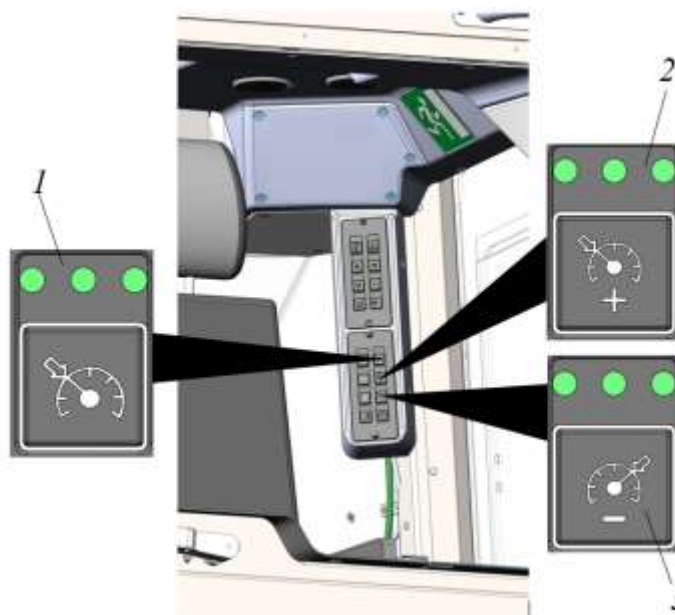

Рисунок 3. 56 Активация круиз-контроля
- ▶ Для активации однократно нажать кнопку 1, рис. 3. 56.